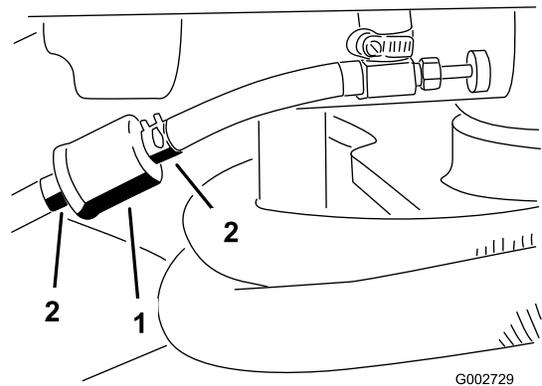

Figura 30
1. Feche a válvula de bloqueio do combustível, liberte o dispositivo de fixação da mangueira que se encontra no carburador, na zona do filtro, e retire a tubagem de combustível do filtro (Figura 30).